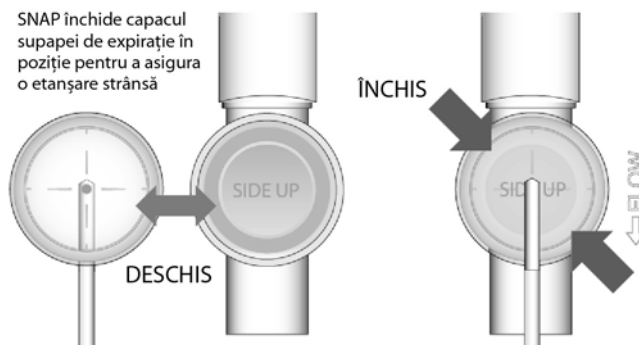

Figura D-3 Închiderea capacului supapei de expirație
- Reintroduceți cu grijă diafragma de silicon în scaunul supapei de expirație. Apăsați ușor în jurul diafragmei de silicon pentru a vă asigura că aceasta nu se va îndoi la închiderea supapei supapa de expirație. Vezi Figura D-3.